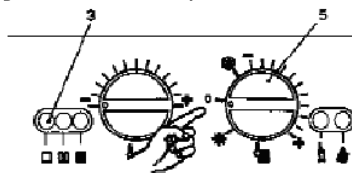

fig. 6.5
- 21 Desligar a caldeira levando o selector 5 sobre a posição "O" fig. 6.5